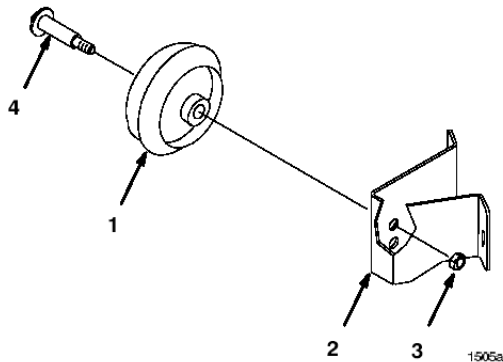

图6
1、用轮螺栓和3、8—16锁紧螺母(图6)将轮子装上。在两侧用相同的孔位高度。参见调节除草机轮胎。